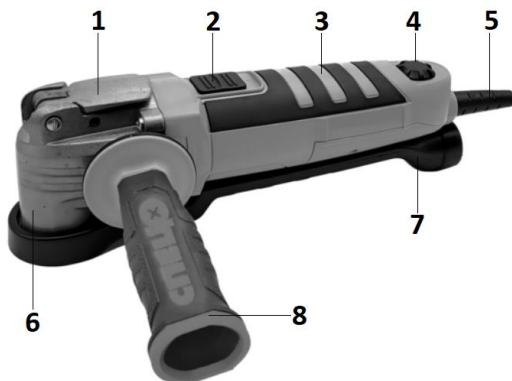
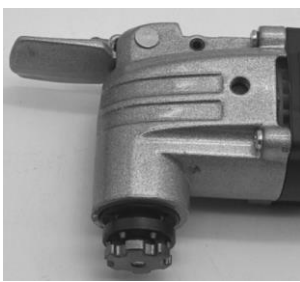

Рис.1. Общий вид
Рис.4
Машина состоит из следующих основных узлов: корпуса, электродвигателя, редуктора, выключателя, сетевого кабеля, бесключевого узла крепления насадки, см.рис.1
- открыть замок узла крепления, путём перевода рычага-1, см.рис.1, из положения «закрыто», см.рис.3, в положение «открыто, см. рис.4.
-перевести рычаг-1, см.рис.1, в положение «закрыто», насадка зафиксируется
- 7.2. Установить необходимую насадку на шпиндель и подключить пылесос через адаптер-7, см.рис.1